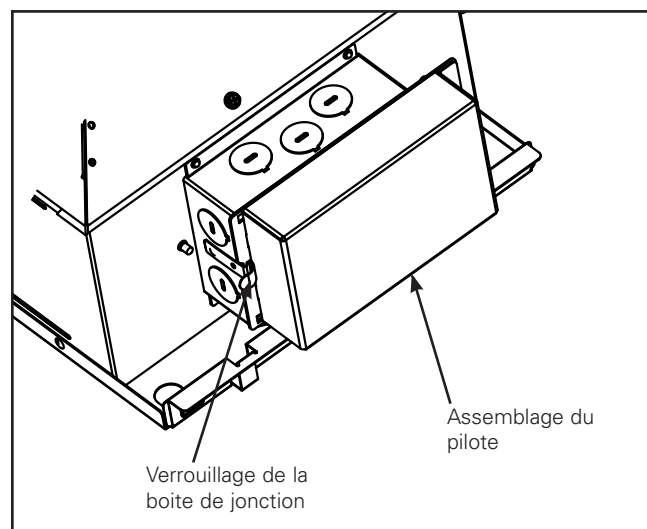

Figure 11
1. Appuyez sur le verrou de la boîte de jonction afin de retirer l'assemblage du pilote (consultez la Figure 11).